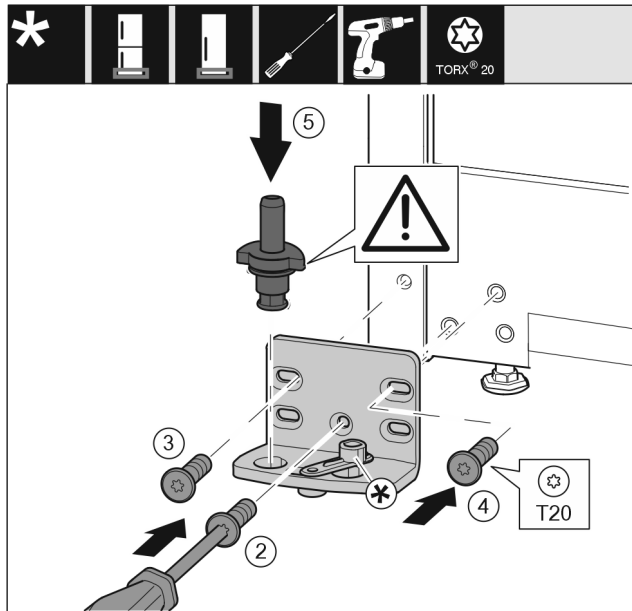

Fig. 21 \*
- Lagerbock auf der anderen Seite ansetzen und mit Hilfe eines Schraubendrehers anschrauben. Mit der Schraube Fig. 21 (2) unten in der Mitte beginnen.\*
- Schraube Fig. 21 (3) und Schraube Fig. 21 (4) festschrauben.\*
- Lagerbolzen Fig. 21 (5) komplett einsetzen. Dabei darauf achten, dass der Rastnocken nach hinten zeigt.\*
- Lagerbock auf der anderen Seite ansetzen und mit Hilfe eines Schraubendrehers anschrauben. Mit der Schraube (2) unten in der Mitte beginnen.\*
- Schraube (3) und Schraube (4) festschrauben.\*
- Lagerbolzen (5) komplett einsetzen. Dabei darauf achten, dass der Rastnocken nach hinten zeigt.\*